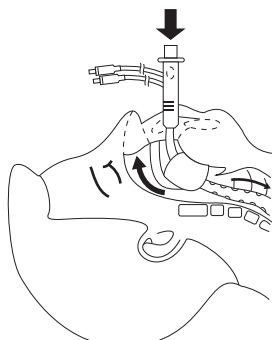

図9.咽頭の閉鎖が不十分な場合
15. 本品の挿入が浅すぎると、咽頭カフによる咽頭内の気密が保たれず、鼻腔からの換気の抜けや呼吸音・胸の隆起が不十分となる可能性がある。(図9)